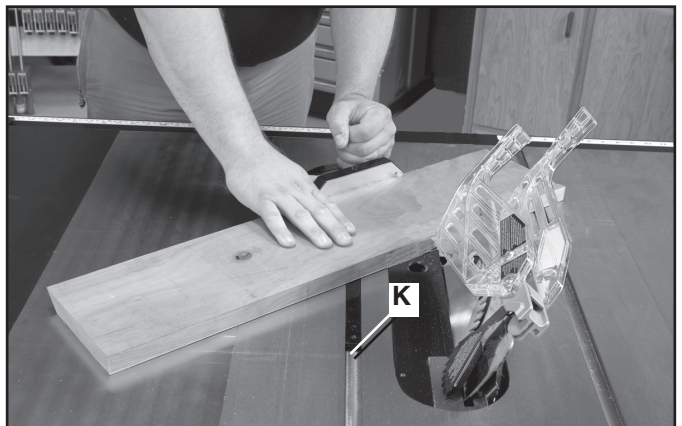

FIG. 64
REMARQUE: Utiliser toujours la fente (K) Fig. 64 de la jauge qui permet à la lame de s'éloigner de la jauge à onglet et des mains.